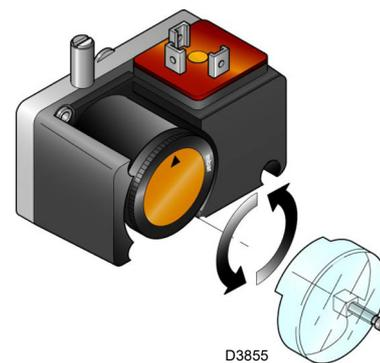

Fig. 37
- Régler le pressostat pour le contrôle d'étanchéité (Kit PVP)(Fig. 37 à la page 35), si présent, conformément aux instructions fournies avec le kit.
Régler le pressostat pour le contrôle d'étanchéité (Kit PVP)(Fig. 37) si présent, conformément aux instructions fournies avec le kit.